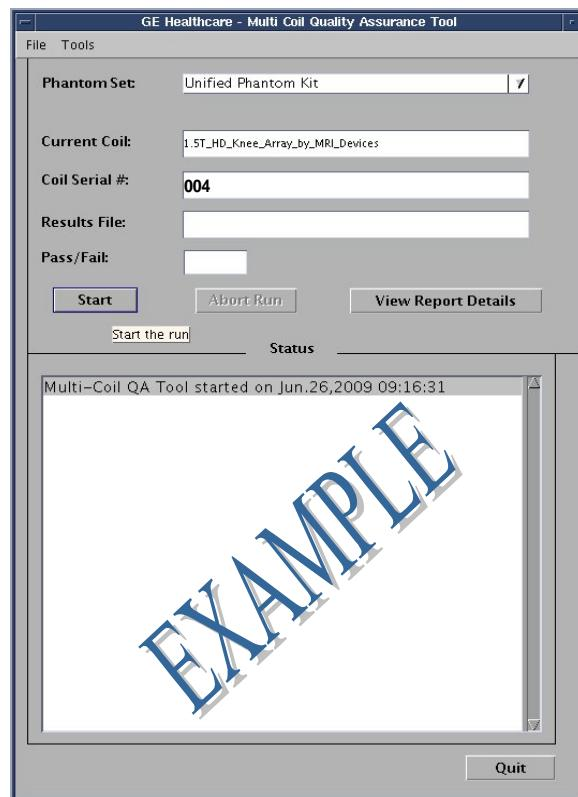

图 3
当前线圈字段将会自动填写（图 3），基于连接 LPCA 的线圈的线圈 ID。在 [Coil Serial #]（线圈序列号）字段中输入正在测试的线圈的序列号。
- 单击 [**Start**]（开始）以开始自动测试，如图 3 所示。根据测试位置的数量（线圈的复杂性），该测试可能需要 3 到 5 分钟。